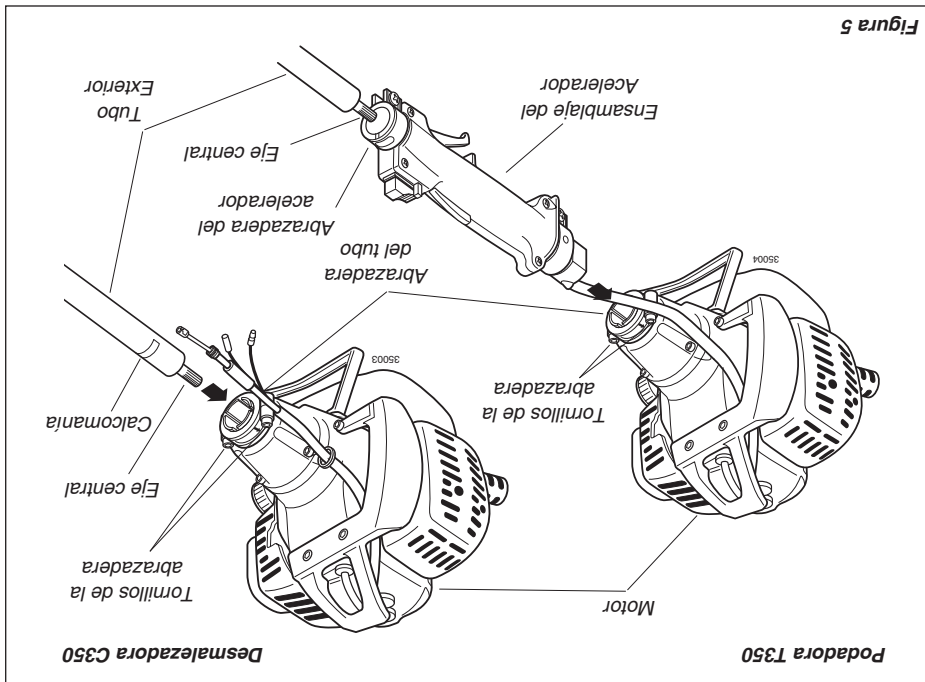

Figura 5
- Deslice el tubo exterior a través del ensamblaje del acelerador y hacia dentro del sujetador del tubo central. Consulte la figura 5.
- Deslice el ensamblaje del tubo central dentro del sujetador del tubo central. Consulte la figura 5.